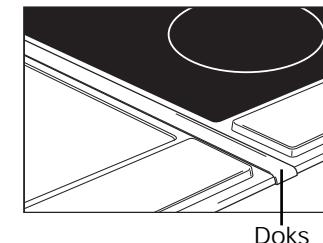

fig. 17
- Sie können zwei oder mehr Geräte zusammen in eine Nische einbauen und mit der kuppelleiste DOKS aneinander-kuppeln (fig. 17).